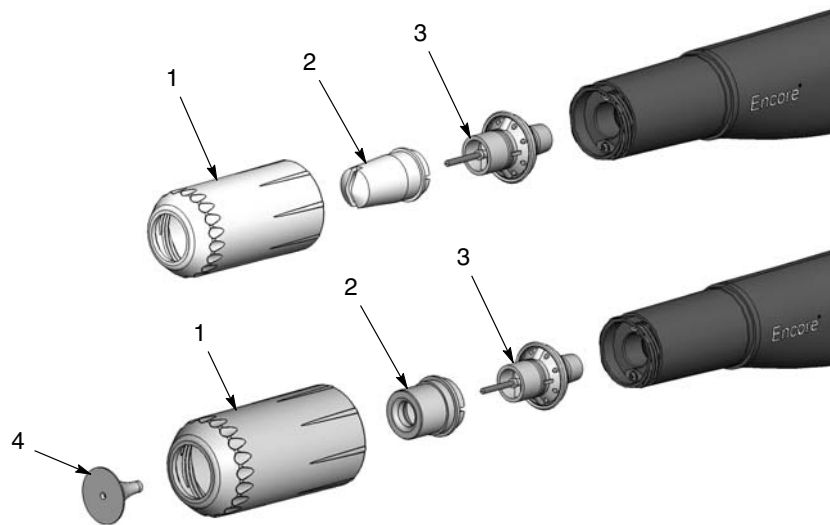

Figura 3 Extracción de boquillas planas y cónicas de la pistola de aplicación
2. Ver la figura 3. En caso de utilizar una boquilla cónica, retirar primero el deflector (4). Desenroscar y extraer la tuerca de la boquilla (1). A continuación, extraer la boquilla (2) y el portaelectrodo (3) de la pistola de aplicación.